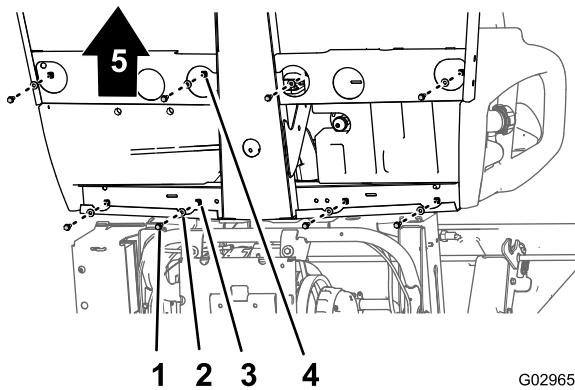
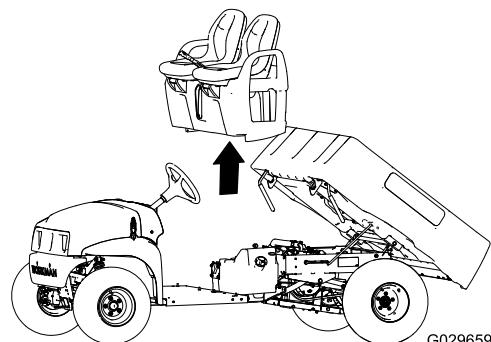

Figure 41
Figure 42
1. Au bas de la machine, retirez les 8 boulons à embase et les 8 rondelles qui fixent la base des sièges au plancher et au profilé arrière de la cabine (Figure 41).
2. Déposez les sièges, la base et les câbles de frein de stationnement de la machine (Figure 41) avec précaution.
1. Soulevez les sièges et leur base, placez-les sur la machine et alignez les câbles de frein sur le châssis (Figure 41 et Figure 42).
2. Alignez les trous dans la base des sièges et les trous dans le plancher et le profilé arrière de la cabine (Figure 41 et Figure 42).